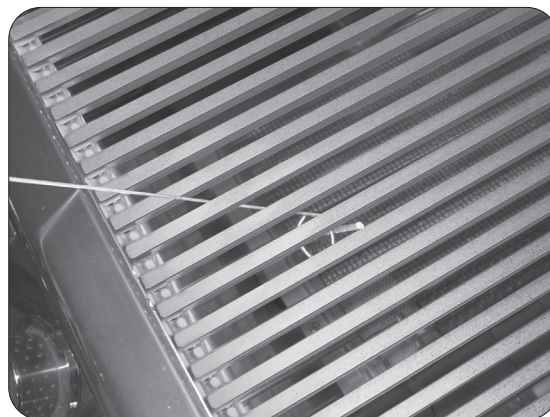

Fig. 30-2 - Éclairage manuel
2. Insérez un allumeur brûlant de butane de long-baril, une allumette brûlante de long-tige, ou une allumette brûlante tenue par un support de prolongation de fil par la grille à cuire s'ouvrant au dessus du brûleur (fig. 30-2).
4. Si le brûleur ne se allume pas dans les cinq (5) secondes de tourner le bouton de commande, enfoncez immédiatement le bouton et tournez la valve à AU LOIN. ATTENDEZ CINQ (5) MINUTES avant de répéter les étapes 2 à 4 des instructions manuelles d'éclairage.